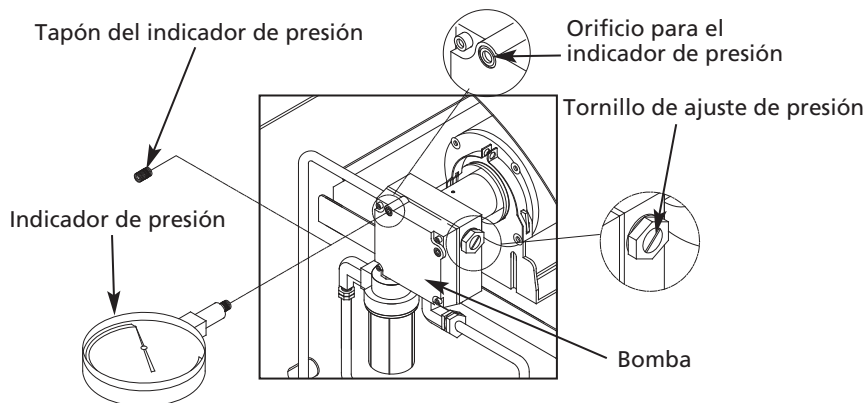

Figura 19 – Ajuste de la Presión de la Bomba
- Instale un indicador de presión auxiliaren el orificio para el indicador de presión (consulte la Figura 19).